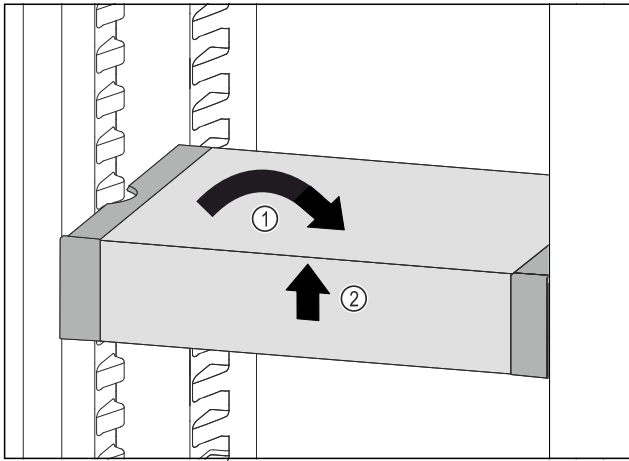

Fig. 48
- ▶ Вирівняти VarioSafe. Fig. 48 (1)
- ▶ Підняти VarioSafe спереду. Fig. 48 (2)